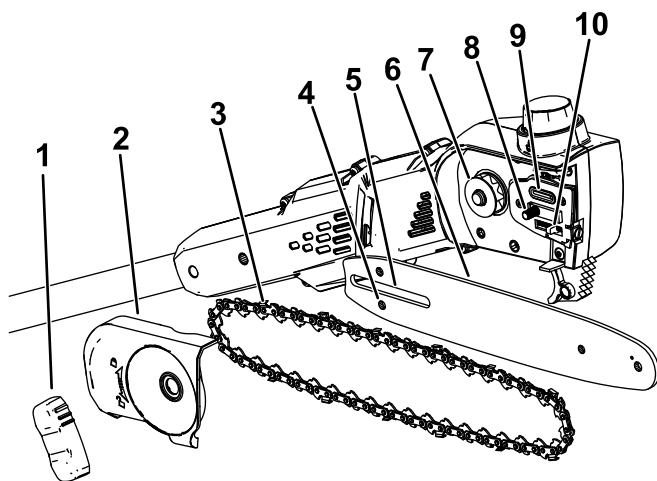

Figura 21
2. Retire la cubierta lateral; gire el pomo de la cubierta en sentido antihorario hasta que el pomo quede libre, y luego retire la cubierta lateral (Figura 21).
7. Compruebe que la salida de aceite (Figura 21) está libre de residuos; limpie la zona si es necesario.
Importante: Asegúrese de introducir el espárrago de ajuste de la cadena en la ranura del espárrago de ajuste de la cadena de la espada (Figura 21). Puede ser necesario girar el tornillo tensor de la cadena para poder introducir el espárrago en el orificio de la espada.